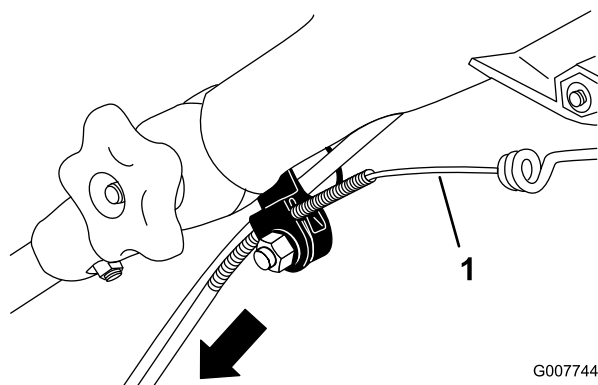

Рисунок 44
3. Тяните за оболочку тросика вниз до тех пор, пока не будет выбрана вся слабина на открытой части тросика (Рисунок 44).